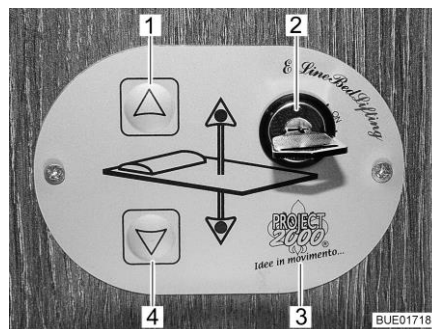
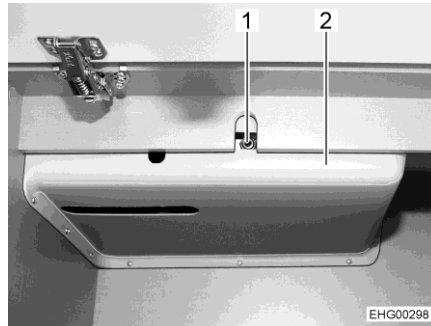

Fig. 148 Elemento de mando
Fig. 152 Acceso al accionamiento
Con las teclas (Fig. 148,1 y 4) en el elemento de mando (Fig. 148,3), se subirá o bajará la cama elevada. Con el interruptor llave (Fig. 148,2), se bloqueará el elemento de mando contra su utilización no autorizada.
- Introducir la llave en el interruptor llave (Fig. 148,2) y girar 90° en sentido de las agujas del reloj. El elemento de mando (Fig. 148,3) está activado.
- Pulsar la tecla de flecha (Fig. 148,4) y mantenerla pulsada hasta que la cama elevada haya bajado a la posición deseada.
- Pulsar la tecla de flecha (Fig. 148,1) y mantenerla pulsada hasta que la cama elevada haya subido a la posición final.
Si la cama elevada ya no se deja desplazar con las teclas de flecha (Fig. 148,1 y 4), controlar primero el fusible. Atrás del revestimiento (Fig. 152,2) (véase apartado 9.12.1). Si el fusible está bien y la cama elevada no se deja desplazar a pesar de esto, se podrá manejar la cama elevada de forma manual.
- Insertar la manivela entregada o una llave Allen en el alojamiento en el motor (Fig. 152,1).